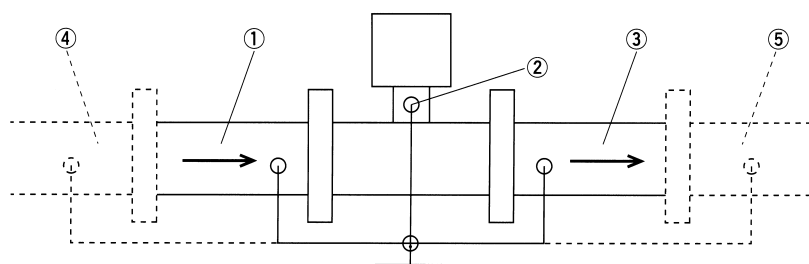
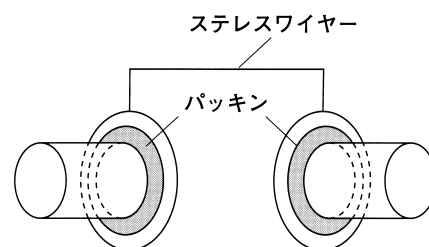

図 1
図 2 特殊アースリング外観
アースが取られていない場合には、液体ノイズ等の影響で不具合を起こすことが考えられますので、室内等やむをえずアースが近くに取れない場合は、下図1に示します様に上流配管(①)、下流配管(③)、電磁の首アース(②)の3点を共通接続して3点が同電位(管アース)となるようにしてください。但し、配管の材質が樹脂製や内面コーティング等絶縁されている場合には3点が同電位になりませんので上流配管(④)、下流配管(⑤)の導通管部に接続して3点が同電位となるようにしてください。全て絶縁管で3点が同電位にできない場合は、下図2に示します様な特殊アースリングを用意しておりますので最寄りの支店・営業所へお問い合わせください。